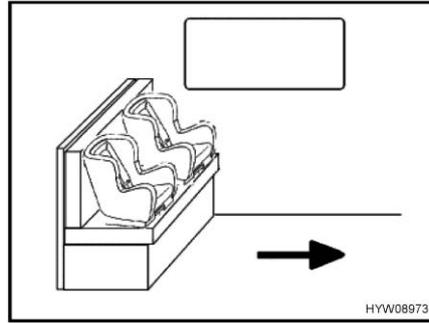
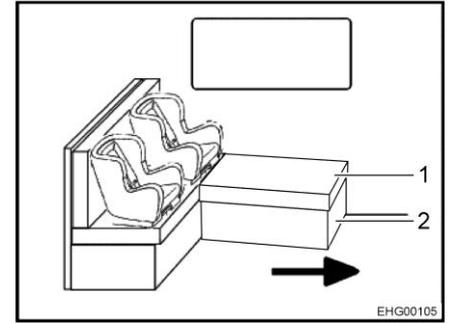

Fig. 19 Asientos infantiles en el banco
Fig. 20 Asientos infantiles en el banco L
La flecha en Fig. 19 y en Fig. 20 muestra la dirección de marcha.
- Quitar el cojín (Fig. 20,1) si es necesario.
- Plegar el bastidor de baúl (Fig. 20,2) si es necesario.